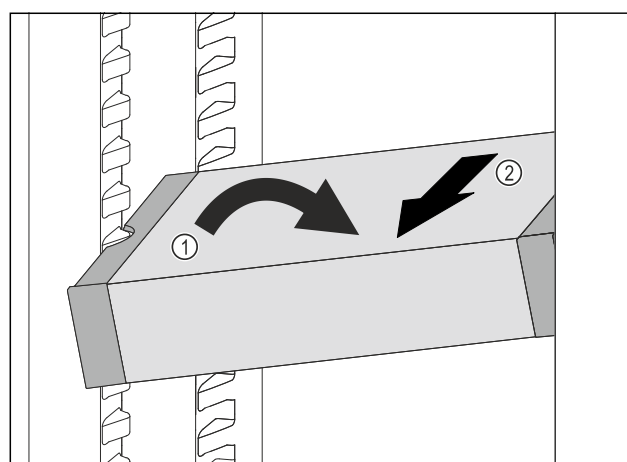

Fig. 124
- ▶ Impostare il vano frigorifero di VarioSafe ad angolo. Fig. 124 (1)
- ▶ Rimuovere VarioSafe tirando in avanti. Fig. 124 (2)